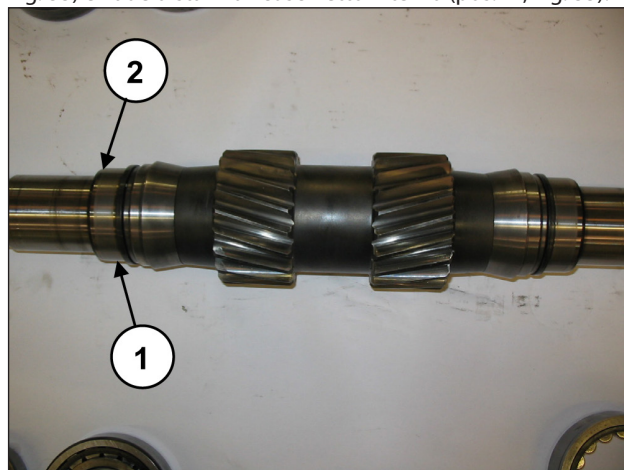

Fig. 33
Sfilare gli anelli interni dei cuscinetti dall'albero PTO (pos. ①, Fig. 33) e i due distanziali cuscinetto interno (pos. ②, Fig. 33).